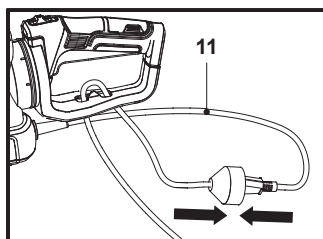

Fig. 4
3. Conecte el cable de alimentación (10) a la toma del cable alargador (Fig. 4).